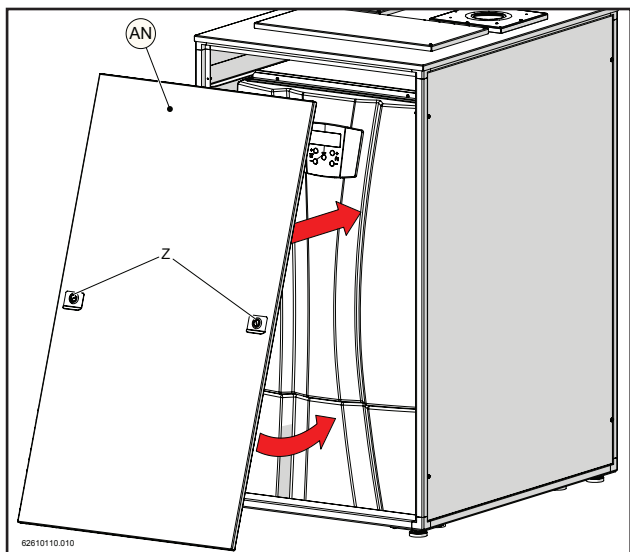
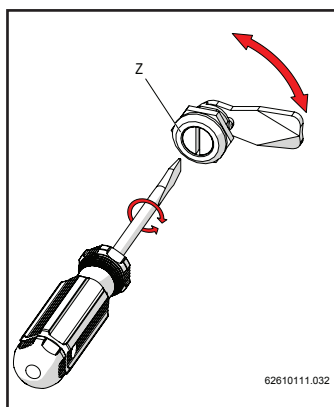

Figure 15-27
Figure 15-29
15.- Apposer le couvercle avant (AN), avec les serrures "Z", à la structure comme dans les figures 15-27 e 15-28; en utilisant un tournevis à tête plate (figure 15-29).